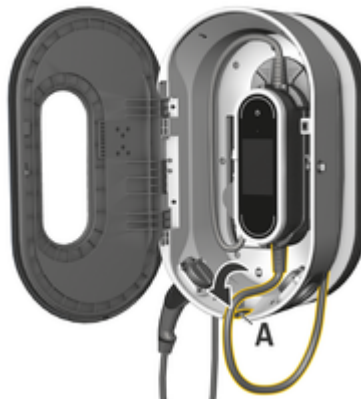

Fig. 107: Enganche la unidad de control
3. Introduzca el cable de vehículo por el orificio **A** (Fig. 107) y enrolle el cable sobrante en el puerto de carga.